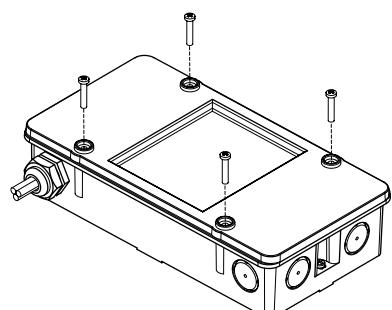

Fig. 6
1. Open the housing (Fig. 6).
6. Close the housing with the screws provided (Fig. 6).
1. Öffnen Sie das Gehäuse (Fig. 6).
6. Schließen Sie das Gehäuse mit den mitgelieferten Schrauben (Fig. 6).